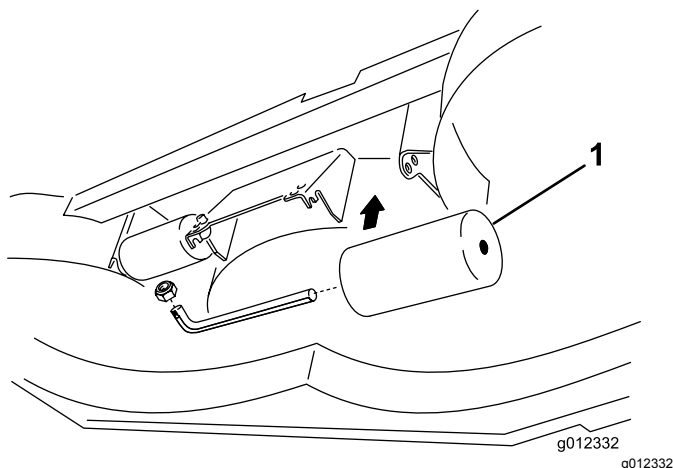

Figura 11
2. Regolate i rulli posteriori (interni), come illustrato nella **Figura 11**.